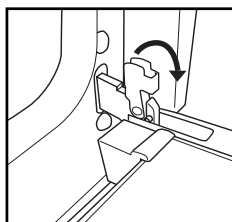

Fig. 1
2. Soulevez les deux manettes d'arrêt des charnières en les poussant vers l'avant, jusqu'à la butée (Fig. 1).